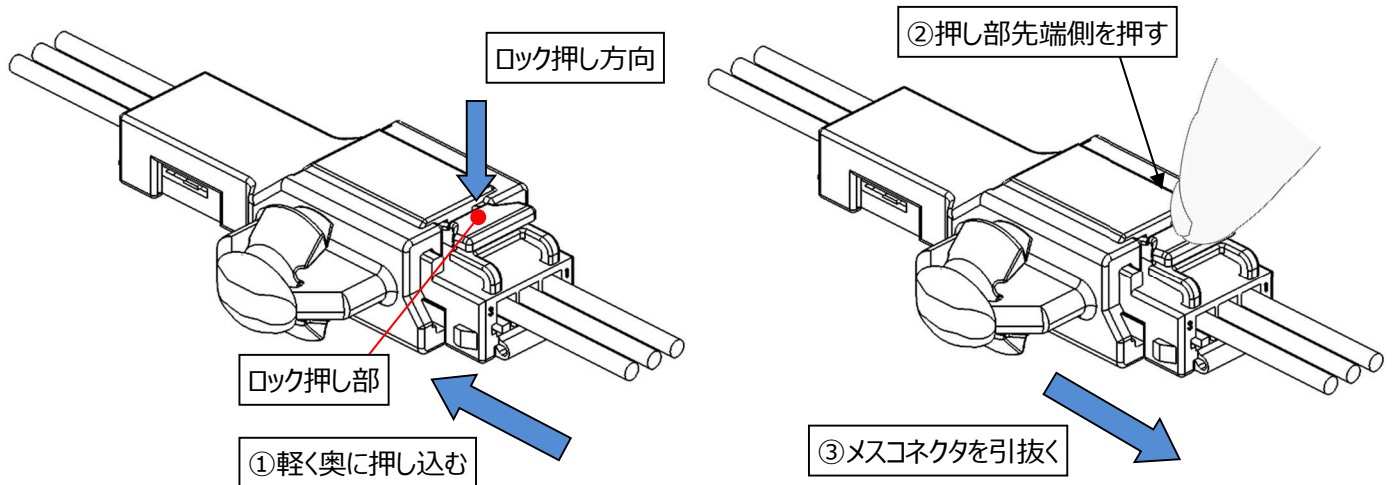

図 39.ロック押し部
- ①引き抜こうとするメスコネクタをもって、軽く奥に押し込んでください。
- ②メスコネクタを奥に押し込んだ状態で、図 39 に示すロック押し部の先端側を真下に動かなくなるまで、下方向に押し下げてください。
- ③ロックを押し下げたまま、メスコネクタを水平に引っ張ってメスコネクタを引き抜いてください。